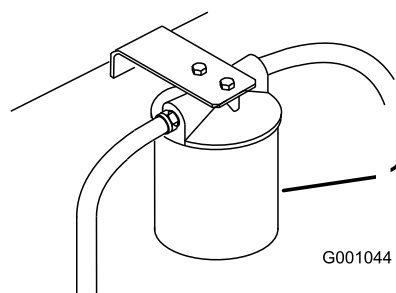

Figura 76
3. Coloque un recipiente bajo el filtro, retire el filtro usado y limpie con un paño la superficie de la junta del adaptador del filtro (Figura 76).